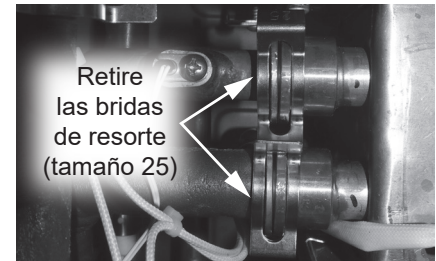

Figura 145 - Desconexión de la tubería de agua del HEX principal
- 36** Ubique las conexiones de agua de entrada y salida en el HEX principal. Retire las dos bridas de resorte (tamaño 25) que fijan las conexiones de agua y déjelas a un lado en un lugar seguro para volver a instalarlas. Desconecte las tuberías. Consulte la Figura 145.